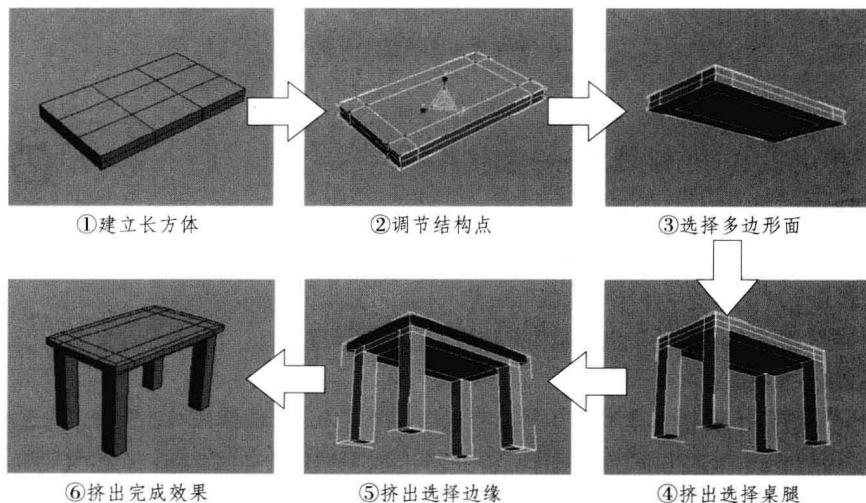

图3-3 挤出操作总流程（步骤）图
四、制作流程及技巧分析 制作本例时，先建立一个长方体并设置段数，切换至编辑多边形命令的点模式，然后调节结构点的位置，再切换至多边形面模式挤出桌腿和桌面边缘，完成三维桌子的模型。本例分为6个制作总流程（步骤）：①建立长方体、②调节结构点、③选择多边形面、④挤出选择桌腿、⑤挤出选择边缘、⑥挤出完成效果，见图3-3。